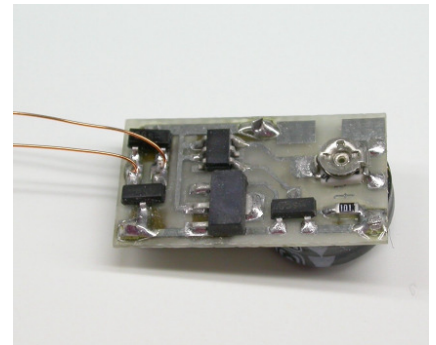

Bild 1: der Baustein mit GoldCap
2. Das Produkt ist in Bild 1 zu sehen. Diese Anleitung ist Bestandteil des Produktes. Bitte bewahren Sie diese gut auf.